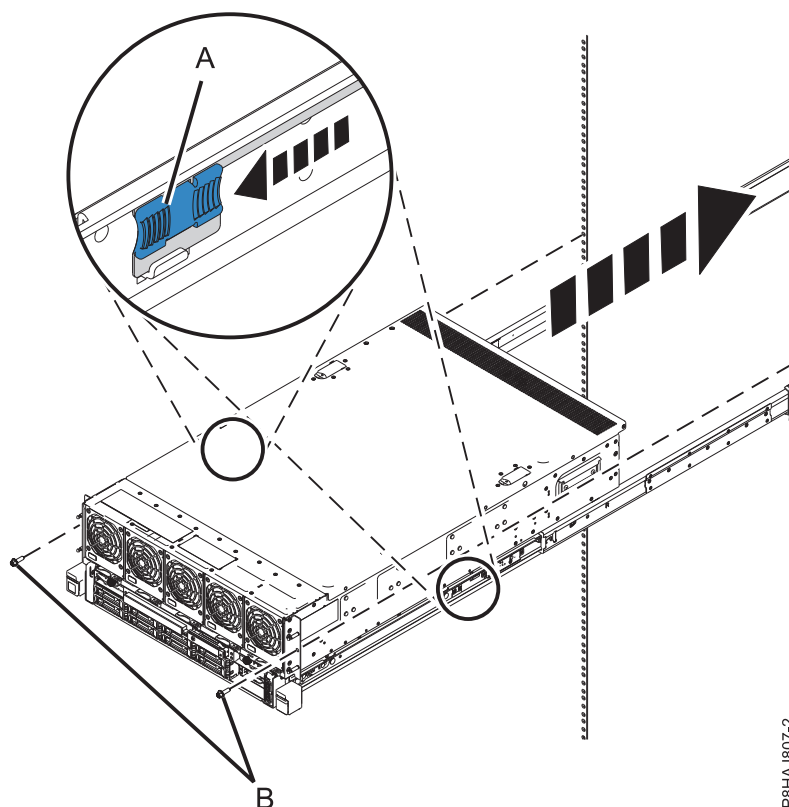

Figura 12. Liberación de los pestillos del medio de las guías y empuje del sistema totalmente dentro del bastidor
7. Libere los pestillos del medio de las guías y empuje el sistema totalmente dentro del bastidor, tal como se muestra en la Figura 12 en la página 12.